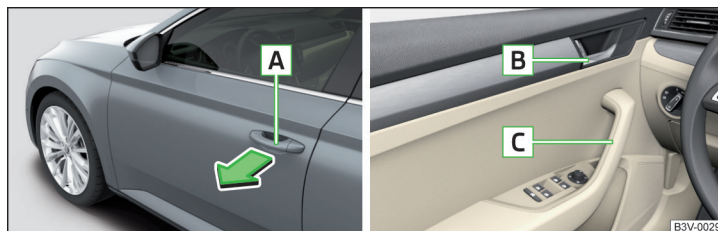

Fig. 34 Mânerul portierei/maneta de deschidere a portierei
- Pentru **deschiderea din exterior**, descuiați autovehiculul și trageți de mânerul portierei **A** în sensul săgeții » fig. 34.